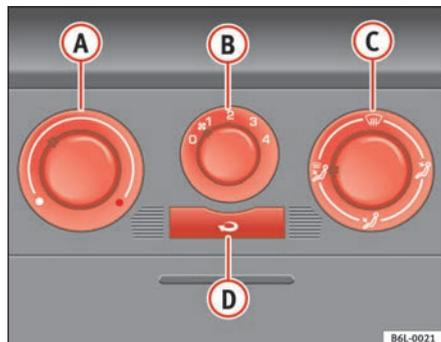

Fig. 91 Sur le tableau de bord : éléments de commande du chauffage
- Les régulateurs ⇒ fig. 91 **A** et **C** et la commande **B** permettent de régler la température, la distribution de l'air et la vitesse de la turbine.